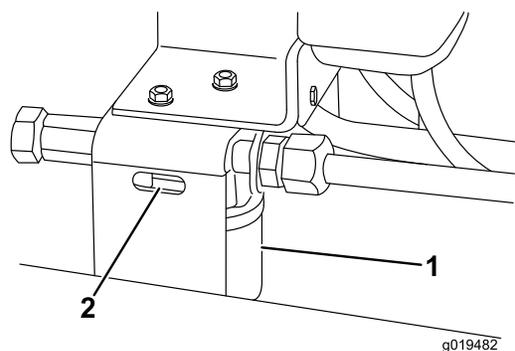

Figure 75
2. Nettoyez la zone autour de la surface de montage du filtre. Placez un bac de vidange sous le filtre et déposez le filtre (Figure 75).